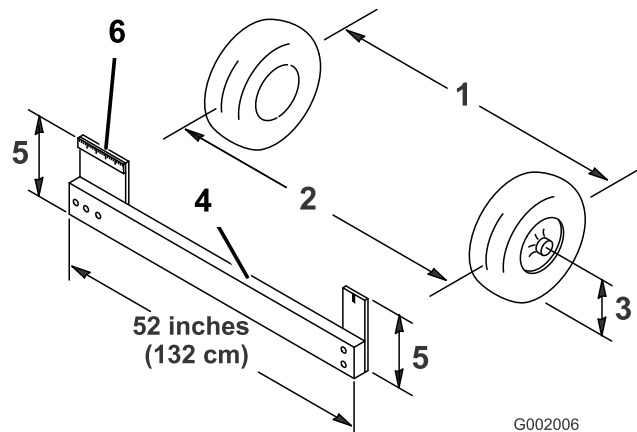

Figura 33
4. Mida la distancia entre los neumáticos delanteros a la altura del eje, en la parte delantera y trasera de las ruedas (Figura 33).
a la altura del eje. Utilice la misma plantilla para medir con precisión la parte delantera de las ruedas delanteras a la altura del eje (Figura 33).